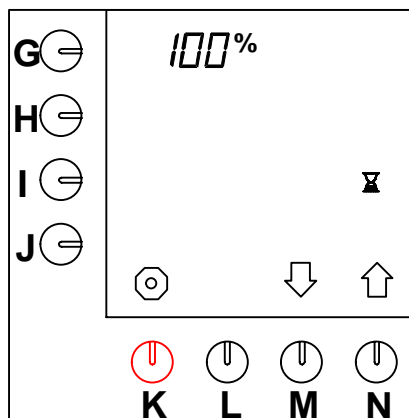

Fig. 46 Paustid 100%
- Tryck på valtangenten (N.)↑ tills fig. 46 visas på displayen.